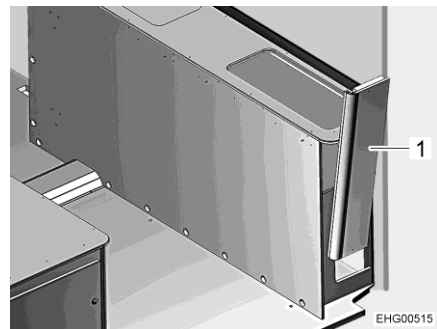

Bild 110 Bettkasten rechts, Seitenwand
- Seitenwand (Bild 110,1) unter leichten Rüttelbewegungen nach oben abnehmen.